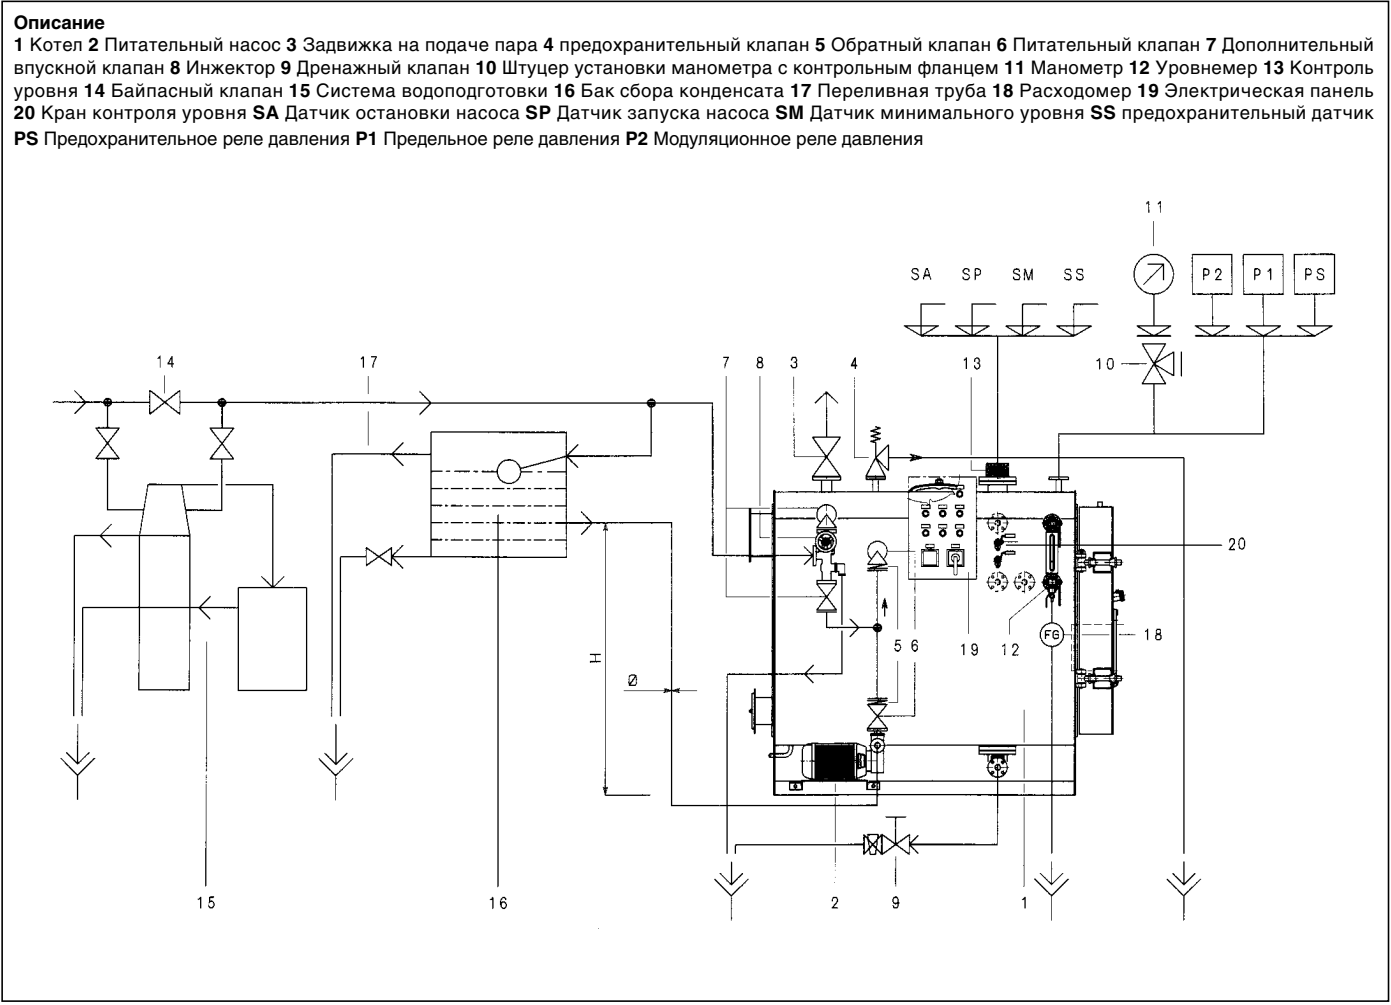

Рис. 5
- Закрыт ли дренаж котла (Рис.5 поз. 9)
- Закрыт ли дренажный вентиль в нижней части бака с конденсатом (Рис.5 поз. 16)
- Закрыта ли задвижка подачи пара (Рис.5 поз.3)
- закрыты ли дренажные краны на уровнемере (Рис.5 поз.12)
- Закрыты ли краны проверки уровня (Рис.5 поз.20)
- откройте две задвижки на питающем контуре между насосом и котлом (Рис.5 поз.6)
- откройте трехходовой кран манометра (Рис.5 поз. 10)
БАК КОНДЕНСАТА (рис. 5 - поз. 16)
Электрический насос (рис. 5 - поз. 2)
Обычно насос может всасывать холодную воду из бака на глубине 6 - 7 метров. Когда вода горячая, не только насос не может всасывать воду, но часто вода должна поступать в насос под определенным давлением. Работа насоса улучшается по функциональной зависимости от снижения температуры, снижения скорости вращения и снижения скорости поступления воды. Так же, любое сопротивление всасывающего трубопровода, местное или распределенное по всей длине, снижает эффективность всасывания. Следующие условия приняты как типовые данные: (диаметр и Н отн. Рис. 5).